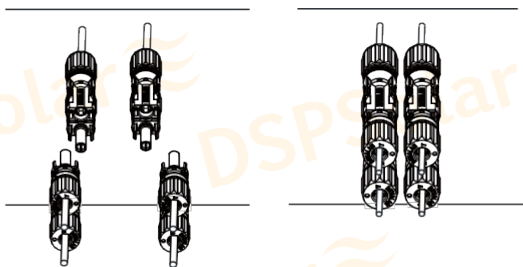

Imagen 3.6 Conexión de entrada de CC
- d) Por último, inserte el conector de CC en la entrada positiva y negativa del inversor, como se muestra en la imagen 3.6.